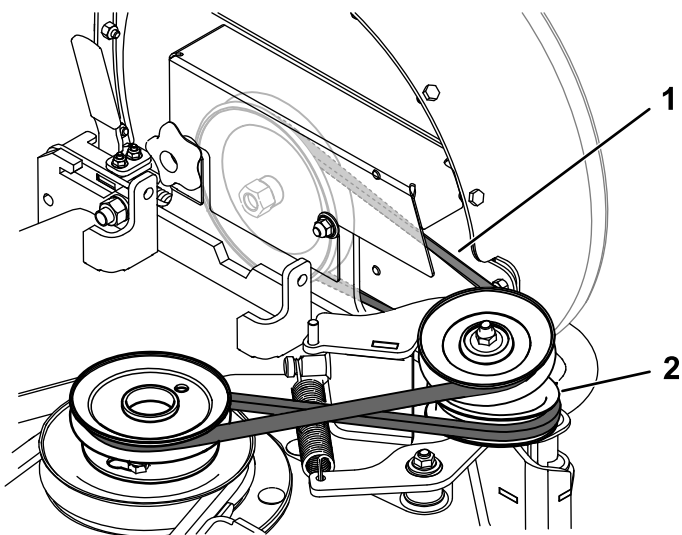

図 26
6. スプリング付きのアイドラプーリを引っ張ってベルトのテンションを弱める 図 26。